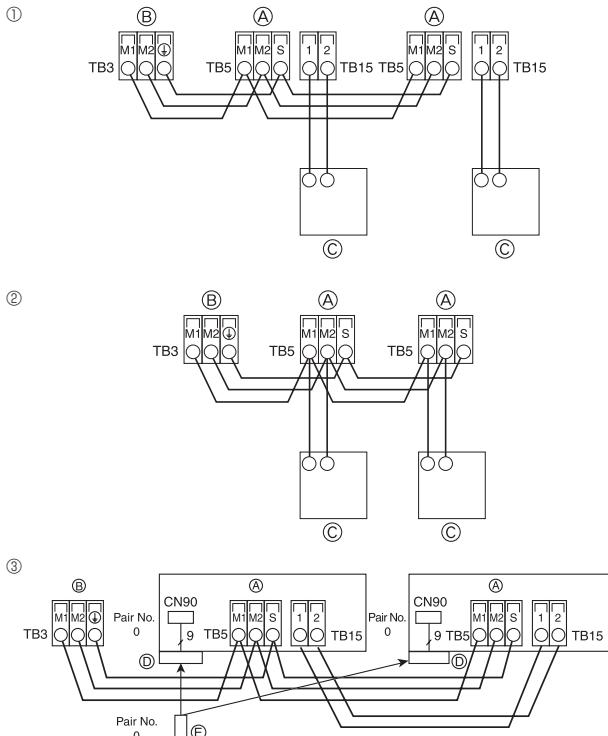
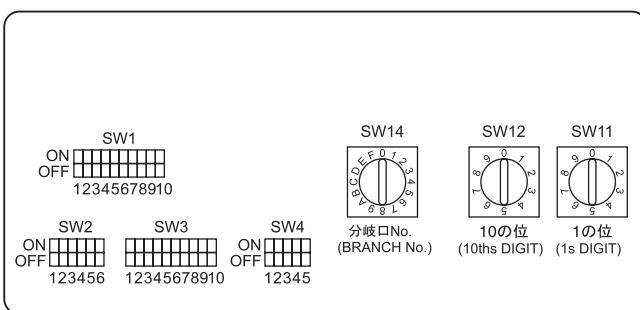

Fig. 4-5
Fig. 4-6
4.4. De afstandsbediening en de transmissiekabels voor het binnen- en buitenapparaat aansluiten (Fig. 4-5)
- ① MA-afstandbediening**
- ② M-NET-afstandbediening**
- ③ Draadloze afstandsbediening** (Bij installatie van een draadloze signaalontvanger)
4.5. De aansluitadressen instellen (Fig. 4-6)